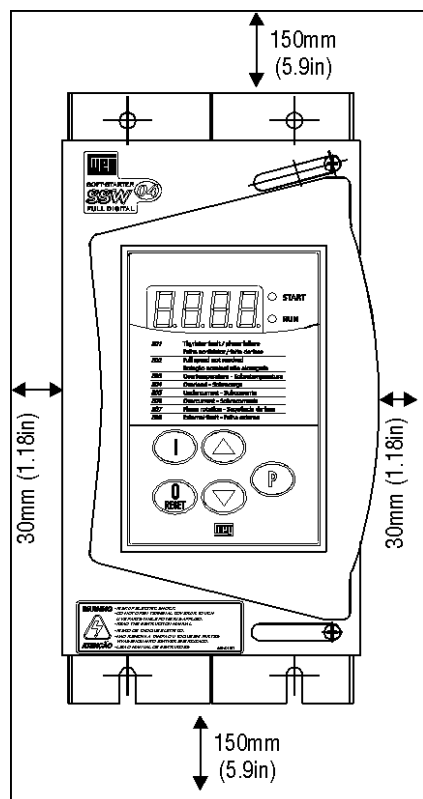

FIG. 3.1 - Espaços livres para ventilação
- ✓ Deixe no mínimo os espaços livres ao redor da SSW-04 conforme a fig. 3.1